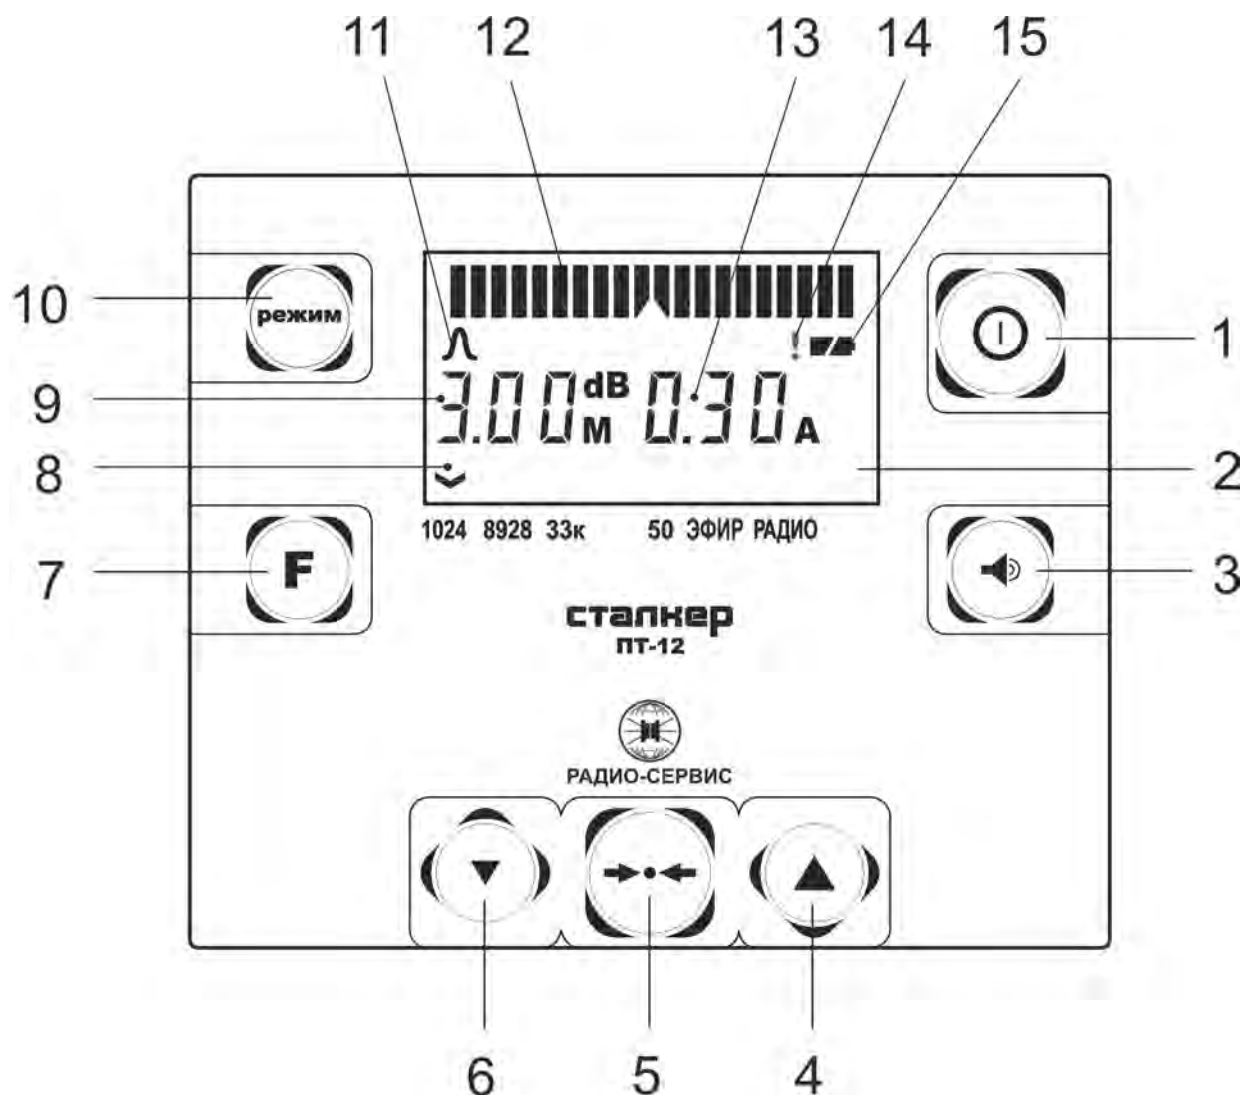

Рисунок 1.4.2 – Передняя панель приёмника
2.2.1 Включение и выключение приемника осуществляется нажатиями кнопки « $\textcircled{1}$ » (см. рисунок 1.4.2, поз. 1). После включения на индикаторе в течение 2 секунд
Далее во время работы приемника уровень напряжения питания отображается в виде символа «Батарея» (см. рисунок 1.4.2, поз. 15): «полная батарея» – аккумулятор полностью заряжен, «половина батареи» – аккумулятор частично разряжен. При снижении напряжения питания ниже 5,8 В, символ батареи начинает мигать.
Процесс заряда аккумулятора отображается заполнением шкалы уровня сигнала (см. рисунок 1.4.2, поз. 12) на индикаторе. По завершению зарядки шкала горит постоянно.
Находясь над осью трассы следует нажать кнопку «➡•◀», при этом на линейной шкале отобразится 15 ± 1 деление. Затем однократно нажмите на кнопку увеличения усиления (поз. 4 рис.1.4.2), чем будет увеличено усиление приемника на